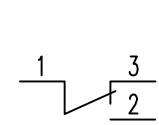

Рис. 1. Схема подключения реле протока
4. Схема подключения реле протока приведена на рис. 1;